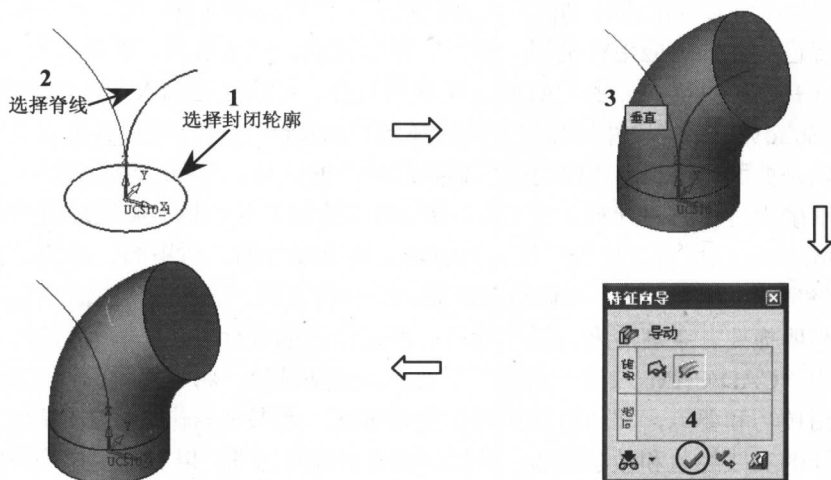

图 4-43 【新建向导】操作步骤
(10) 在【实体】工具条中单击【新建向导】按钮，弹出【特征向导】对话框，然后根据图 4-43 所示进行操作。。